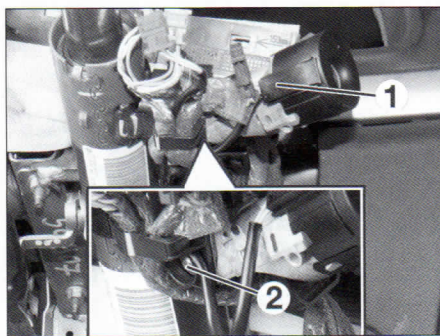
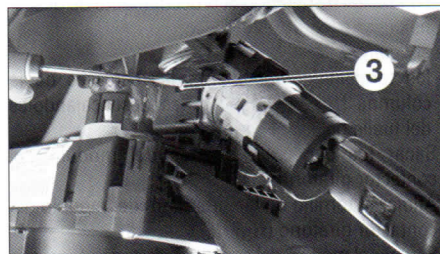

FIG. 7
FIG. 8
- el transpondedor (1) después de desconectarlo (fig. 7).
- Desmontar el tornillo con cabeza rompible (2) expulsándolo con un extractor apropiado.
- Separar el contactor antirrobo presionando el empujador (3), con un destornillador (fig. 8).